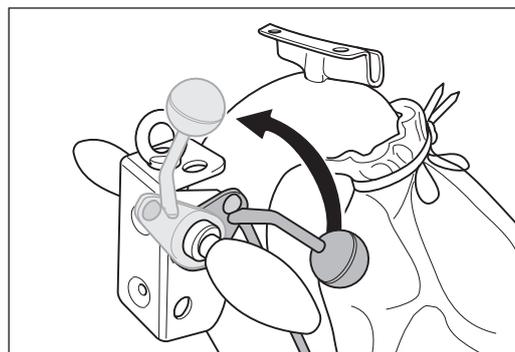

Abb. 17 Den Ablasshebel am Handgriff bis zum Anschlag nach oben ziehen. Dadurch wird die Schleifwalze vom Boden abgehoben.
- 1 Bevor Sie die Maschine ausschalten, heben Sie die Schleifwalze vom Boden ab. Ziehen Sie dazu den Ablasshebel am Handgriff bis zum Anschlag nach oben (Abb. 17).